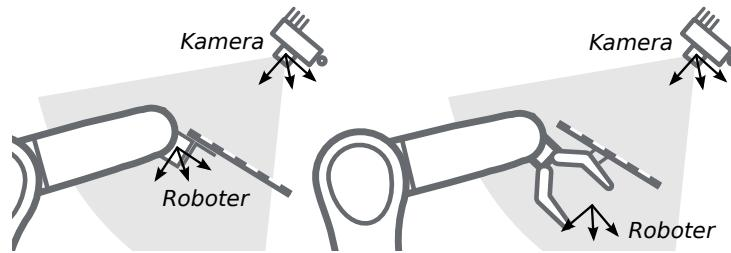

Abb. 6.19: Alternative Montageoptionen für die Befestigung des Kalibriermusters am Roboter
6.18 und Abb. 6.19 angegeben, angebracht werden.
Bemerkung: Für das Modul zur Hand-Auge-Kalibrierung spielt es keine Rolle, wie das Kalibriermuster in Bezug auf das benutzerdefinierte Roboter-Koordinatensystem genau angebracht und positioniert wird. Das bedeutet, dass die relative Positionierung des Kalibriermusters zu diesem Koordinatensystem weder bekannt sein muss, noch für die Kalibrierroutine relevant ist (siehe in Abb. 6.19).